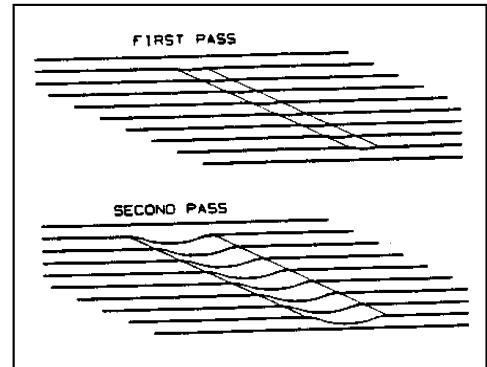

Figure 14
1. **LES MARQUES DE TAMBOUR**...sont causées par l'opérateur qui abaisse le tambour au sol sans déplacement vers l'avant. Ces marques peuvent être supprimées en couplant à un angle de 45 degrés par rapport à la marque. Couper au niveau de la marque tout en conservant le même chemin n'augmentera que la profondeur et la largeur de la marque. (voir Figure 14)